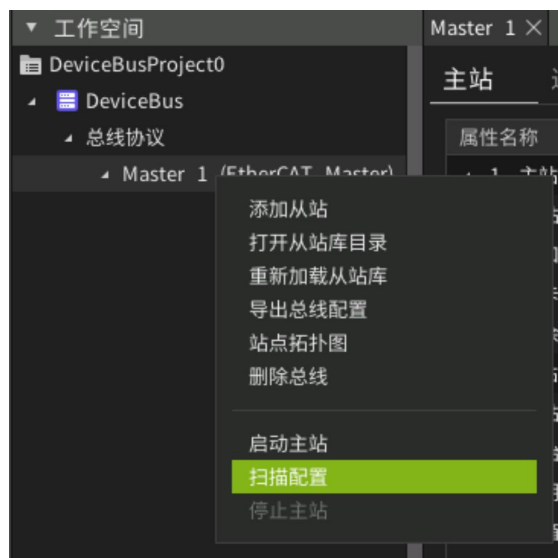
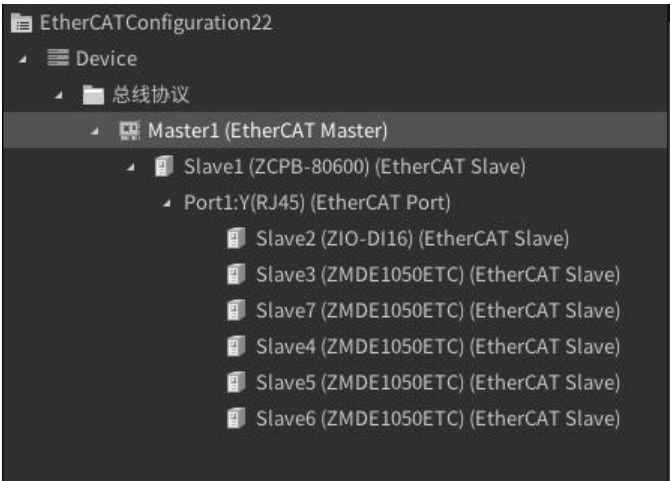

图 4.13 扫描从站设备
图 4.14 扫描到的从站设备
(8) 扫描设备。选择主站节点，然后在右键菜单中点击扫描配置，将其网络拓扑添加到本地主站树节点，如下图 4.13 所示。扫描完成后在左侧工作空间中可以查看扫描到的从站以及网络拓扑结构，如图 4.14 所示。